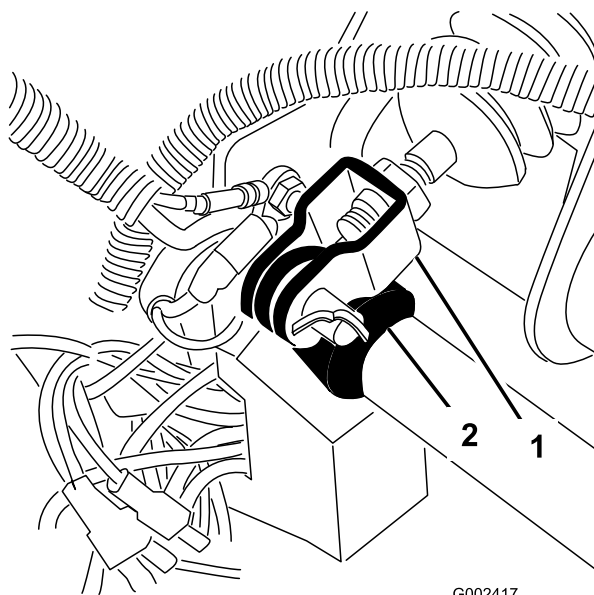

Figure 62
1. Retirez la goupille fendue et l'axe de chape qui fixe la chape du maître-cylindre au pivot de la pédale de frein (Figure 62).